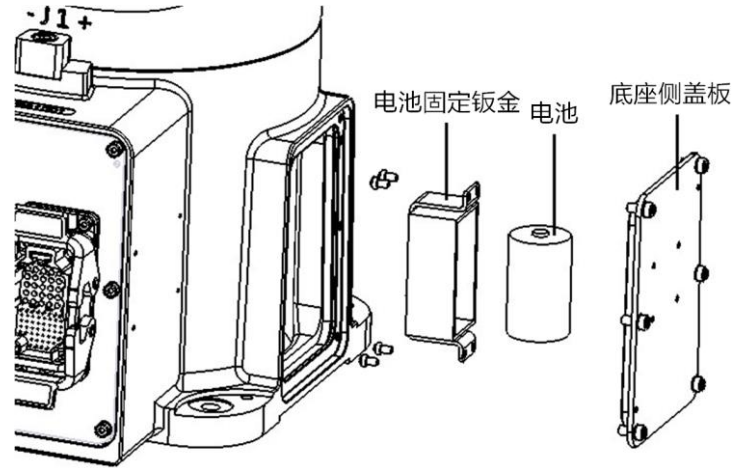

图 9-4 更换电池示意图
- 步骤4. 从盖板上拆卸电池盒固定钣金，即可看到电池，如图 9-4 所示。